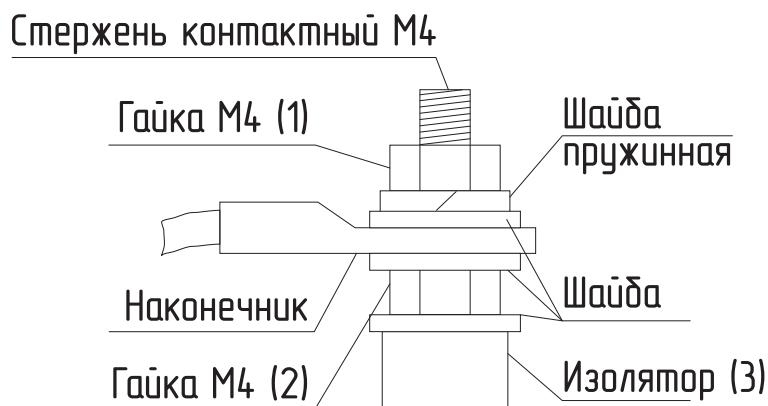

Рис.14 Присоединение проводов к выводам блок ТЭН
- при замене блок ТЭН присоединение фазных проводов к выводам блок ТЭН производить согласно **Рис.14**. Сечение кабеля указано в **Таб.1**;
- провод нейтраль N подключить на перемычку блока ТЭН (**Рис.14**).